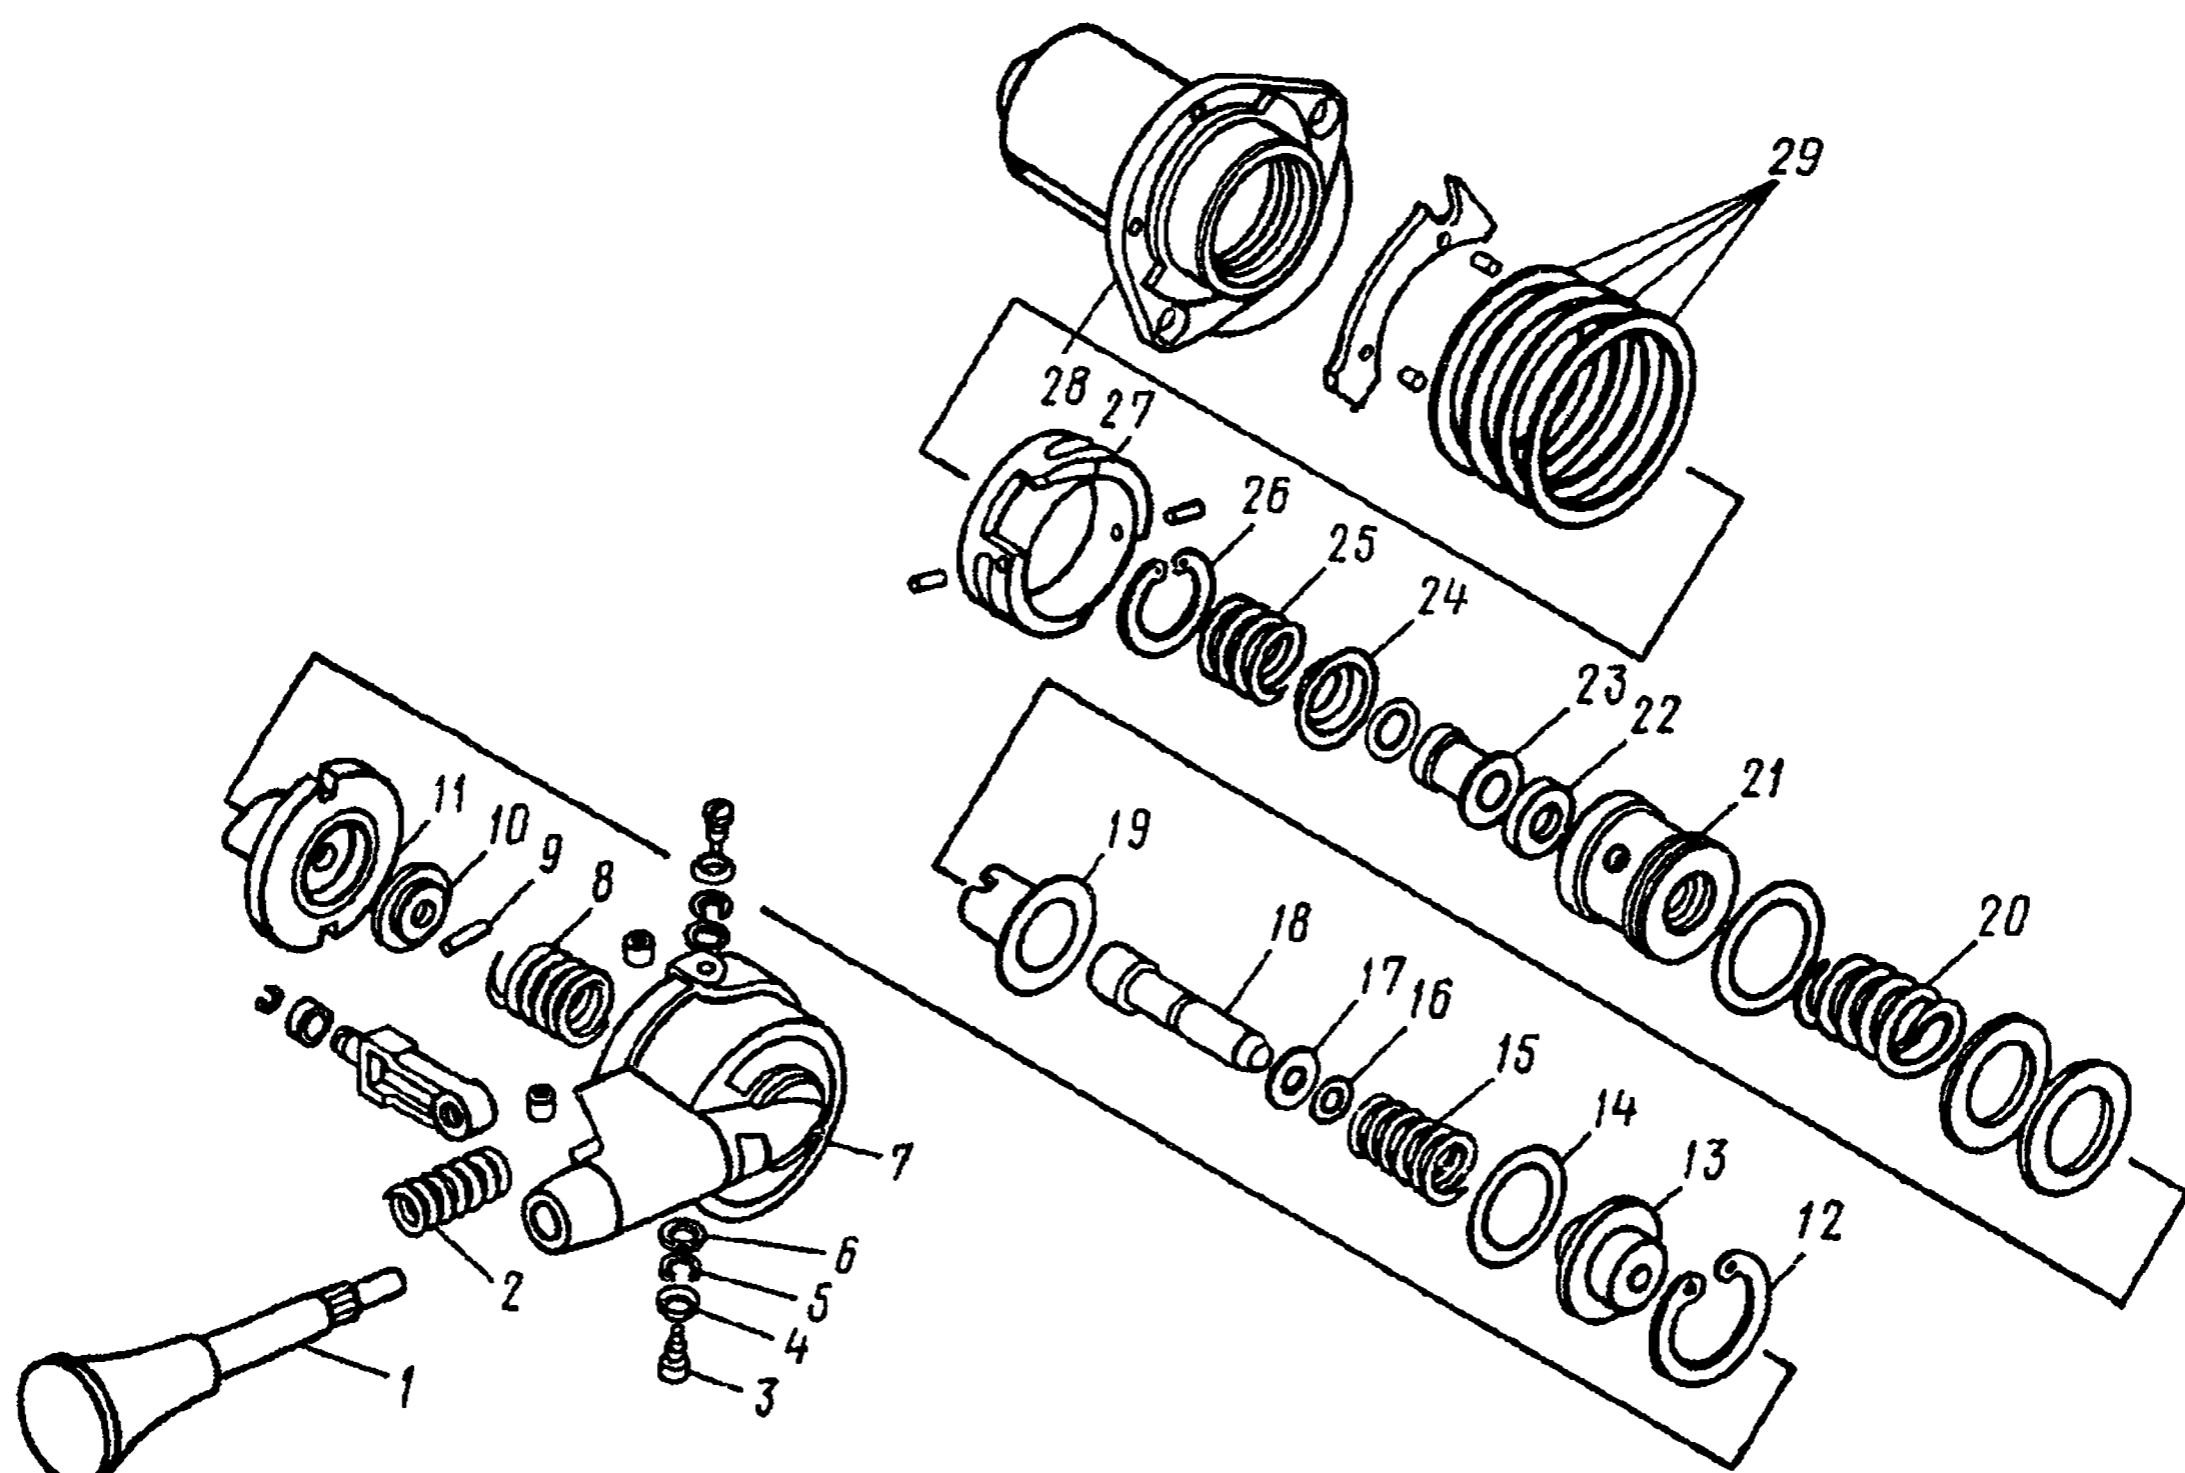

Рис. 310. Кран управления стояночной тормозной системой:
2. Выверните винты 3 (рис. 310) с шайбами 4, 5, 6 крепления крышки 7 крана к корпусу 28	Отвертка